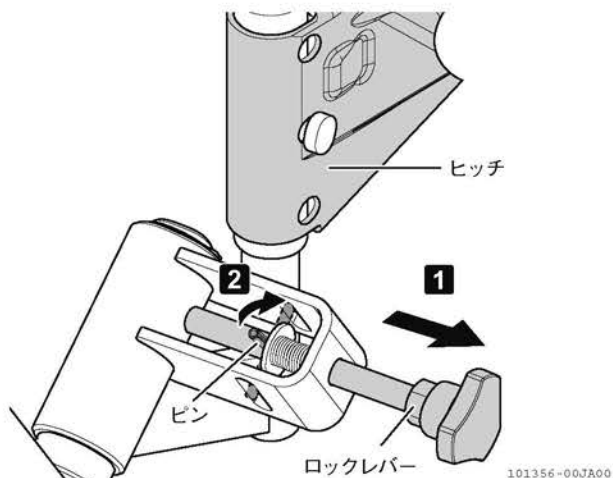

図 2-9 ロックレバーの操作
1. ロックレバーを引いて、回動ロックを解除します。(図 2-9)
2. ロックレバーを回して、ロックレバーのピンを長穴にひっかけロック解除を保持します。(図 2-9)